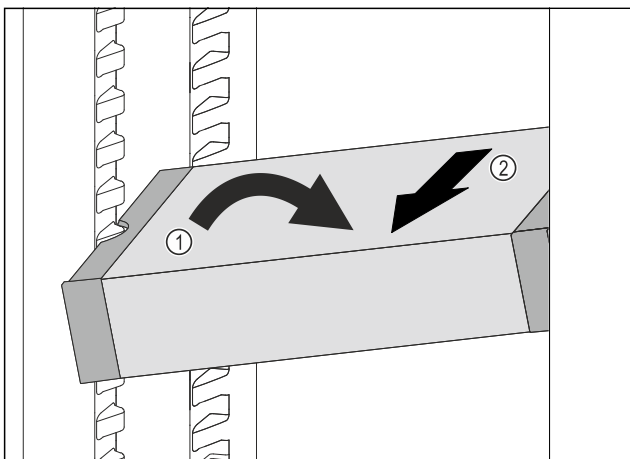

Fig. 83
- ▶ Встановити VarioSafe під кутом в охолоджувальному відділенні. Fig. 83 (1)
- ▶ Витягнути VarioSafe вперед. Fig. 83 (2)